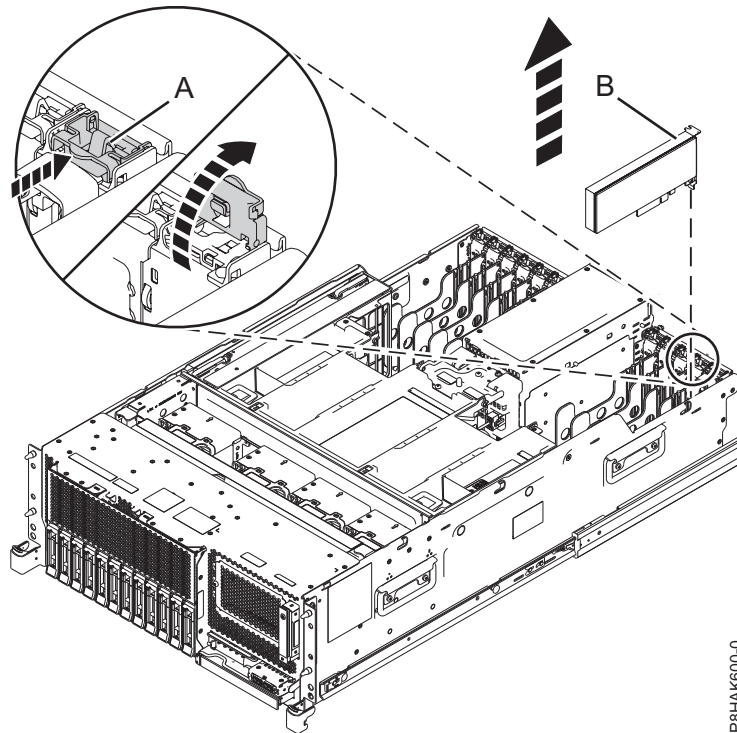
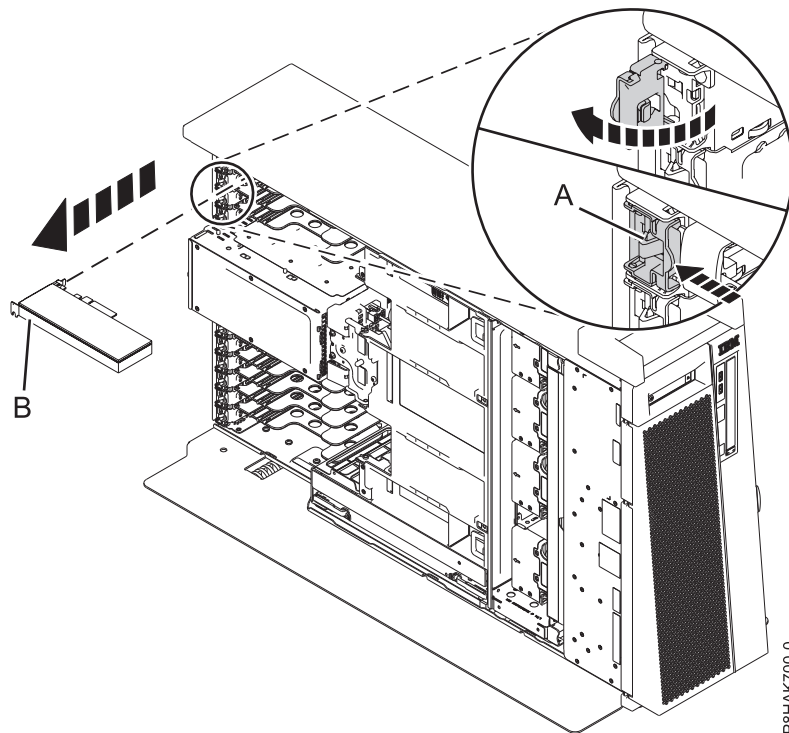

Abbildung 60. PCIe-Adapter aus einem Einschubsystem ausbauen
Abbildung 61. PCIe-Adapter aus einem eigenständiges System vom Typ 8286-41A ausbauen
6. Um die Adaptersicherung **(A)** am Zielsteckplatz in die geöffnete Position zu bringen, drehen Sie die Verriegelung **(A)** an der Systemrückseite in die abgebildete Richtung in Abb. 60 auf Seite 70 und Abb. 61 auf Seite 70.
7. Fassen Sie den Adapter **(B)** vorsichtig an der oberen Kante oder am oberen Haltesteg und entfernen Sie ihn aus dem Steckplatz - siehe Darstellung in Abb. 60 auf Seite 70 und Abb. 61 auf Seite 70.